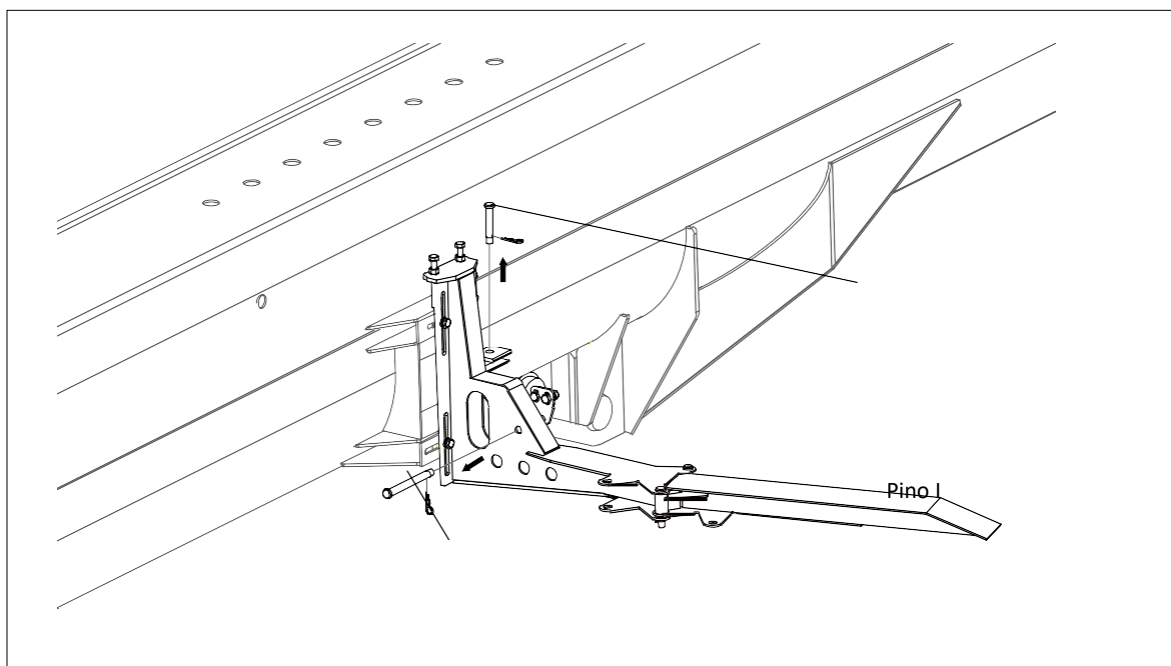

Figura 7-35 Remoção dos pinos I e II
- H. Estenda o suporte e remova os pinos I e II. Consulte a figura 7-35.